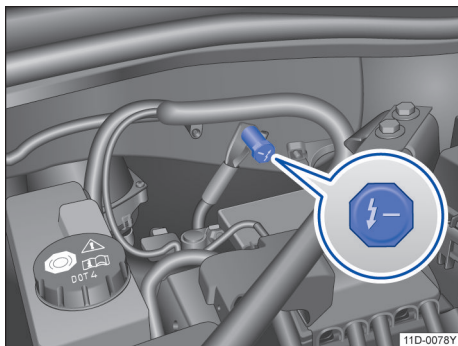

图 145 车身上的负极（接地点）
由于车辆的车身接地，原则上前舱内的车身螺栓连接点（没有绝缘漆面覆盖）均可作为应急启动的负极（接地端）。（图中位置仅作举例示意→图 145 ①）